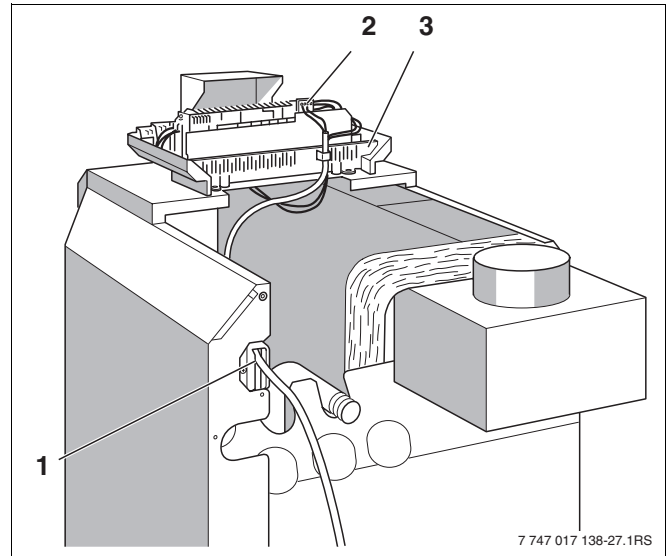

Bild 24 Kabelführung und Steckverbindungen
- Bauseitige elektrische Anschlussleitungen und die Anschlussleitung von der Abgasüberwachung von hinten durch die Kabeleinführung (Bild 24, **Pos. 1**) zum Regelgerät führen.
- Elektrische Anschlüsse nach beiliegendem Schaltplan an den Steckverbindungen (Bild 24, **Pos. 2**) des Regelgeräts herstellen.